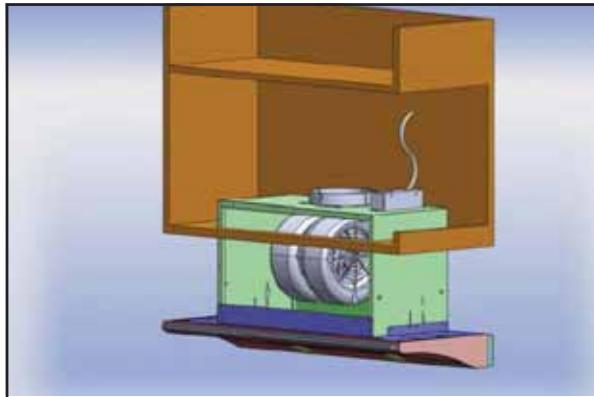

FIG.3
- 2) Ouvrez les portes de l'armoire. Soulevez la hotte et faites-la glisser dans l'ouverture sous l'armoire (Fig. 3). Assurez-vous que l'ouverture correspond aux dimensions indiquées à la page 9 (Fig. 1).